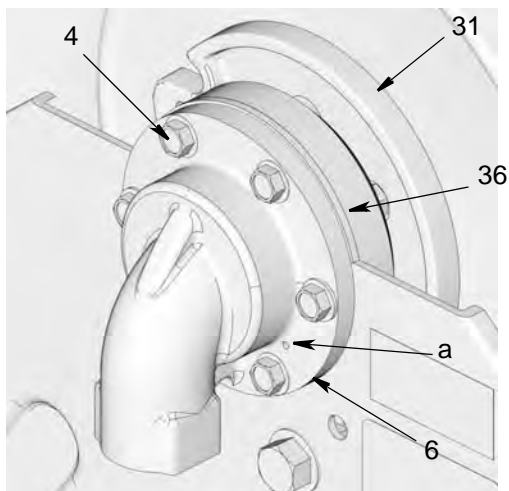

FIG. 20
- L'entrée (6) est munie d'une chantepleur (a) (FIG. 20) qui sert à indiquer une détérioration du joint.
2. Déposer les six boulons (4) (FIG. 20).